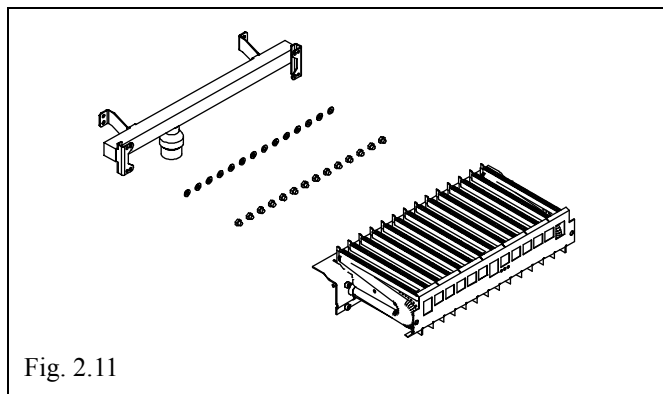

Fig. 2.11
- utilizzando una chiave a tubo o a forchetta, rimuovere gli ugelli e le ranelle e sostituirli con quelli presenti nel kit (FIG. 2.11);